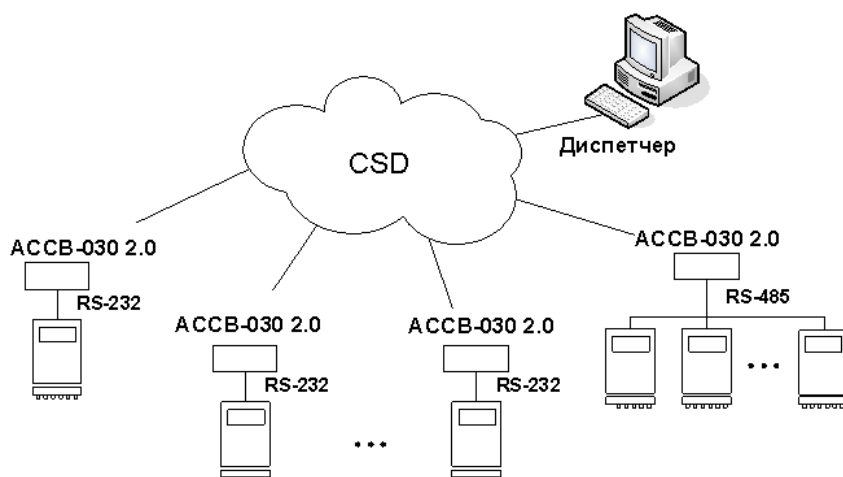

Рис.1. Схема организации обмена на основе CSD.
1.4.1.2. Услуга CSD (*Circuit Switched Data*) использует ресурсы сети аналогично тому, как это происходит при голосовом обмене (рис.1).